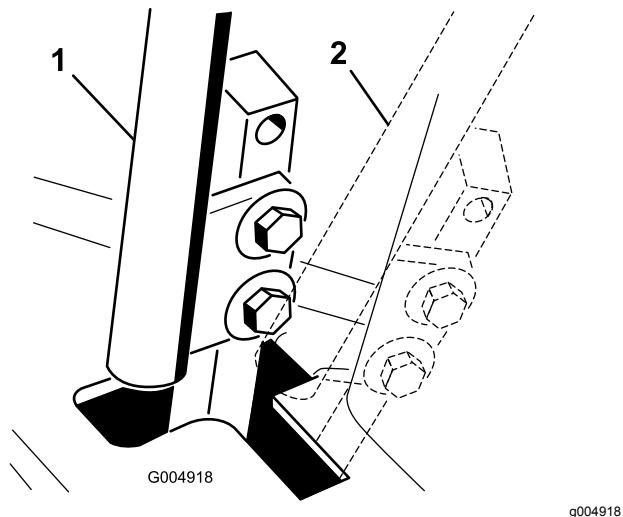

Figure 66
4. Placez le levier de commande au point mort, **sans le verrouiller** (Figure 66).
6. Vérifiez la position du levier par rapport au cran de la console (Figure 66).